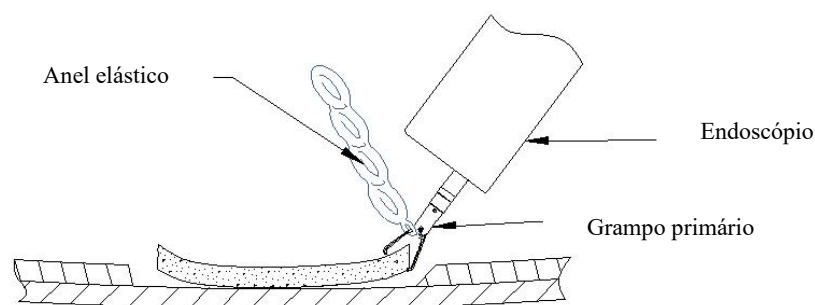

Fig.4
7. Quando estiver satisfeito com o posicionamento do grampo, feche o grampo sobre o tecido puxando os anéis de dedo para trás até sentir resistência tátil na pega. A posição do grampo pode agora ser avaliada antes do posicionamento (Fig.4). Se o grampo não estiver na posição desejada, reabra cuidadosamente os anéis de dedo e reposicione o dispositivo.